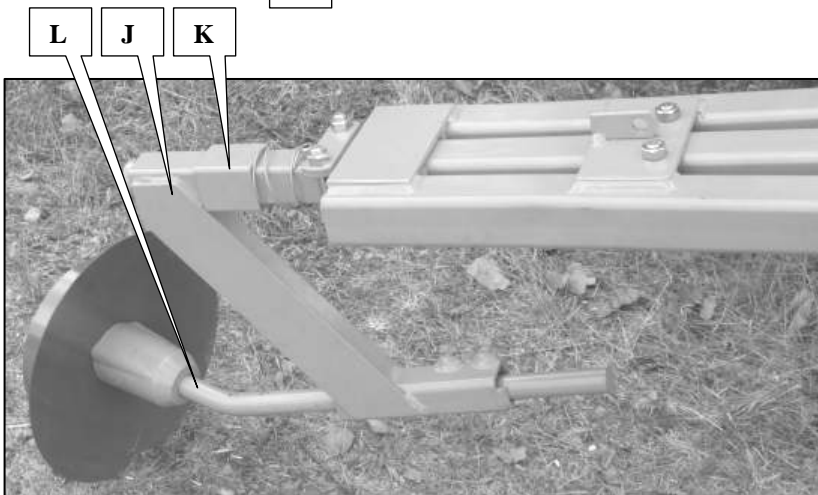

Fig. 6
- Allentare le 2 viti (fig. 6).
Pour inter-rangs 45 et 50cm et traçage à la roue opposée ou au centre, il doit être monté les déports de rayonner (J fig. 6). (traçage à la roue côté tracteur impossible)
- 2 Positionner en lieu et place le support déporté J (fig. 6) et monter dans ce dernier le disque rayonner L (fig. 6).
- 3 Les supports déportés sont pivotants. Le tube K (fig. 6), monté sur ressort, permet le blocage en rotation.